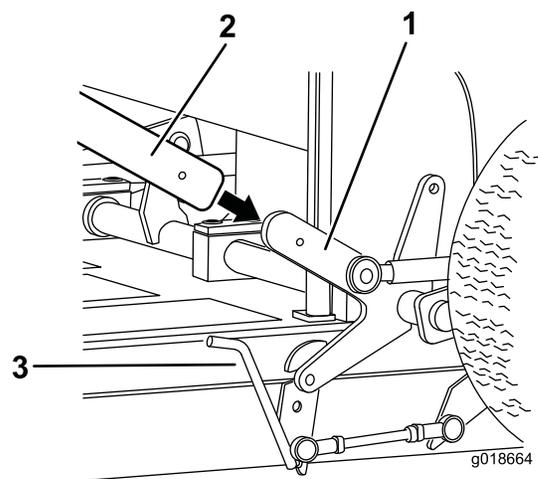

Figura 9
- Coloque la barra sobre la pestaña del lado izquierdo del brazo de elevación y sujételo con un pasador de seguridad (Figura 9).